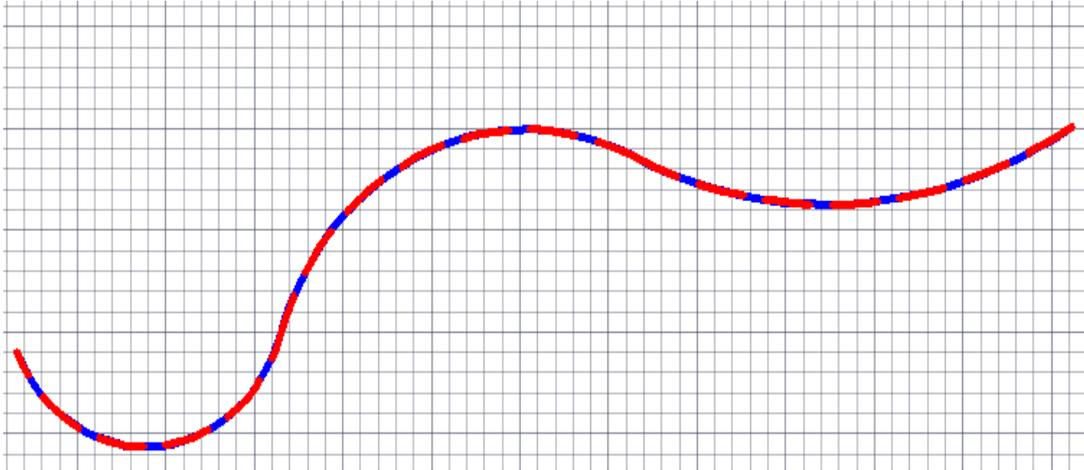

Рис.2. Создание линий с двойным цветом
1. Создание двухцветной линии (цвета равномерно чередуются по длине) (Рис.2).